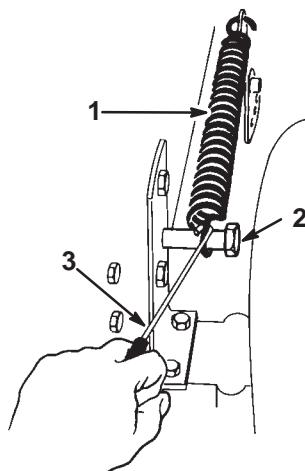

Bild 38
- Entfernen Sie die Feder des Schneidwerkhubes mit dem mit der Maschine mitgelieferten Federwerkzeug von der Befestigungsschraube (Bild 38). Die Feder befindet sich zwischen dem Rahmen und rechten Hinterrad.
13. Stellen Sie den Schnithöhenhebel auf Kerbe "D". Bringen Sie die Feder des Schneidwerkhubes zur Einlagerung an der Befestigungsschraube an (Bild 38).
- 15.** Haken Sie die Feder des Schnitthöhenhubs an der Befestigungsschraube ein (Bild 38). Verwenden Sie dazu das mit der Maschine mitgelieferte Federwerkzeug.